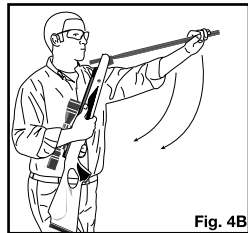

Fig. 4B
- Apoye el arma contra el muslo y baje el cañón todo lo que pueda para acoplar el pistón del gas nitrógeno. (Fig. 4B)